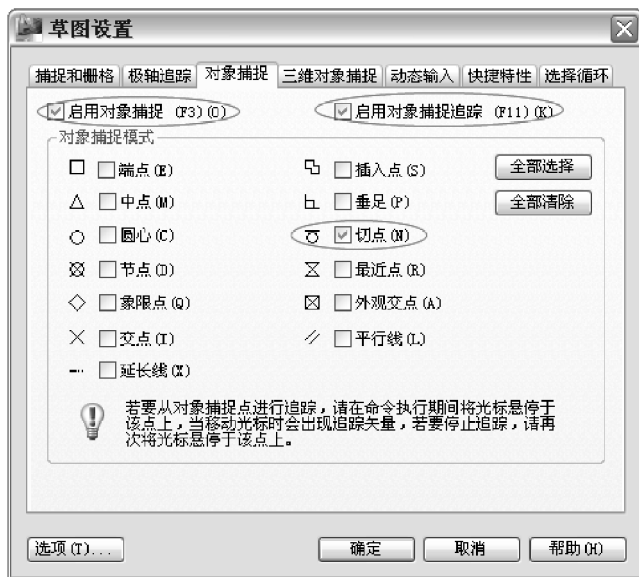

图 3-15 进行草图设置
2) 下一步在【对象捕捉】选项卡中勾选【启用对象捕捉】与【启用对象捕捉追踪】复选框，并勾选【切点】复选框，结果如图 3-15 所示。